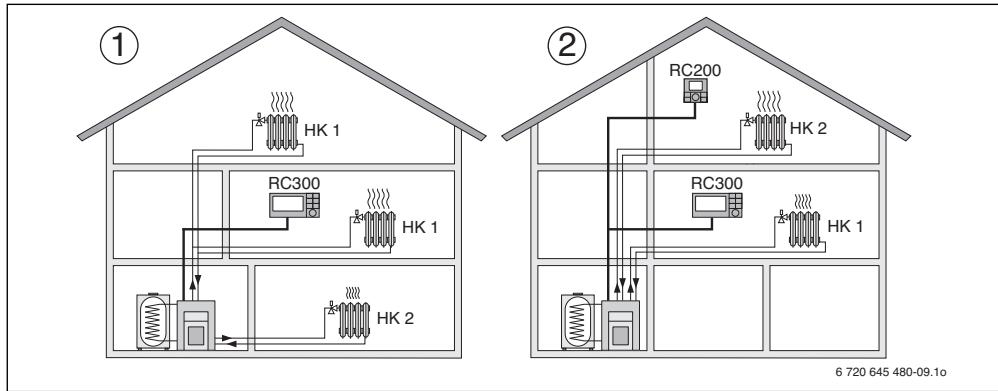

Рис. 1 Примеры отопительных систем с одним и двумя отопительными контурами
- квартира в сочетании с мастерской (→ рис. 1, [1])
- дом со сдаваемой внаём квартирой с RC300 как регулятором и с RC200 как дистанционным управлением (RC300 устанавливается в контрольном помещении дома, RC200 - в контрольном помещении сдаваемой квартиры, → рис. 1, [2])